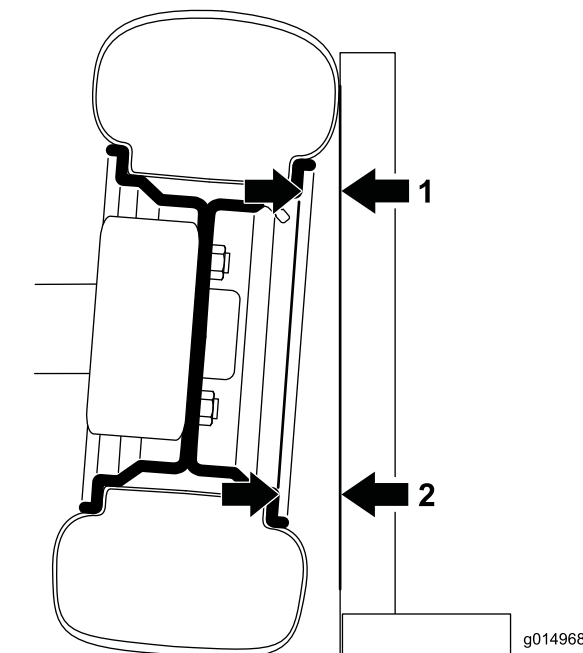

Рисунок 60
1. Чтобы проверить угол развала, установите 90-градусный угольник на полу таким образом, чтобы вертикальная грань касалась лицевой поверхности шины (Рисунок 60).
2. Измерьте от той же части обода в верхней и нижней частях шины до угольника (Рисунок 60).